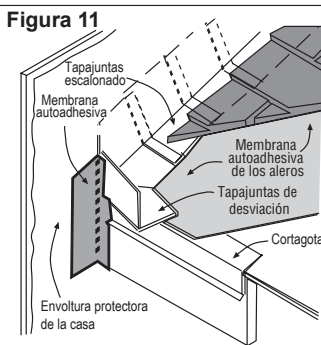

Figura 11
Figura 11, Tapajuntas de desviación[±] Para impedir que el agua penetre detrás del material de forrado y en la intersección del techo, instale un "tapajuntas de desviación" suficientemente largo e inclinado para desviar el agua que baja por el techo lejos del material de forrado.
* La ilustración (figura 11) se reprodujo con autorización de la publicación THE JOURNAL OF LIGHT CONSTRUCTION. Si desea información para suscribirse, llame al (800) 375-5981 o visite www.jlconline.com.